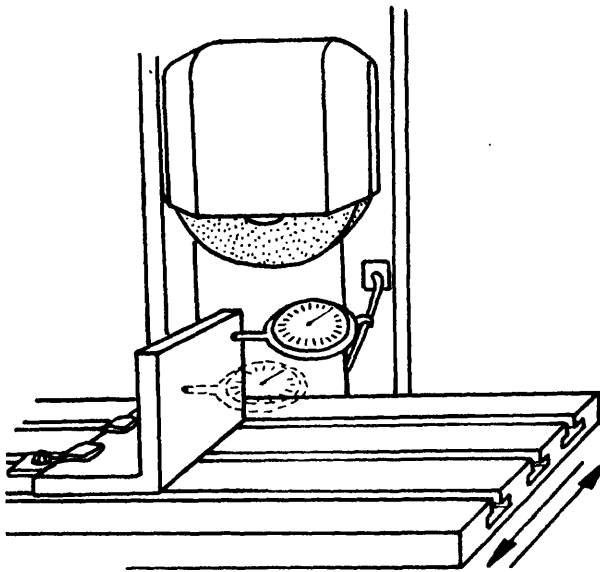

Fig. 4
- ___ b Alinee la escuadra cantonera por medio del comparador en el sentido longitudinal o transversal, según requerimiento de la pieza (figs. 4 y 5).